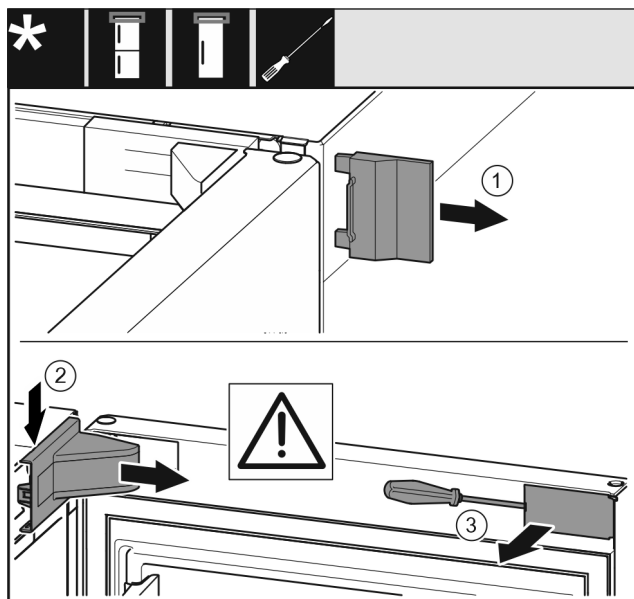

Fig. 8
- Detașați apărătoarea exterioară. Fig. 8 (1)
- Deblocați și desfaceți apărătoarea suporturilor de lagăr. Detașați apărătoarea suporturilor de lagăr. Fig. 8 (2)
- Deblocați masca cu șurubelnița plată și pivotați-o în lateral. Fig. 8 (3)